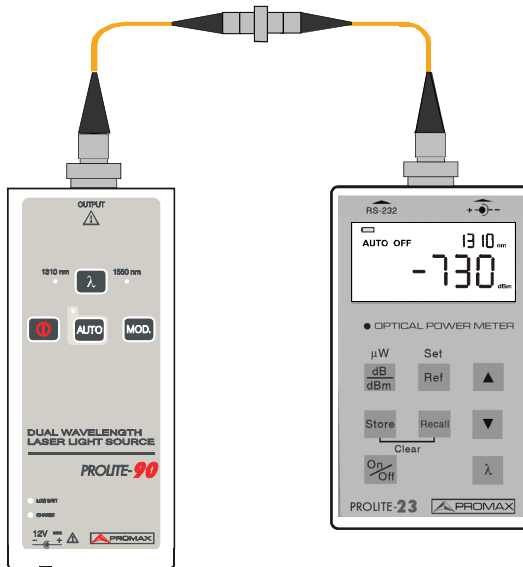

Figura 12.- Comprobación de las pérdidas de inserción del conector.
4. **Medir las Pérdidas de Inserción del Conector:** Intercalar entre los dos instrumentos el conector a medir tal y como muestra la figura 12. El medidor de potencia leera las pérdidas de inserción del conector.